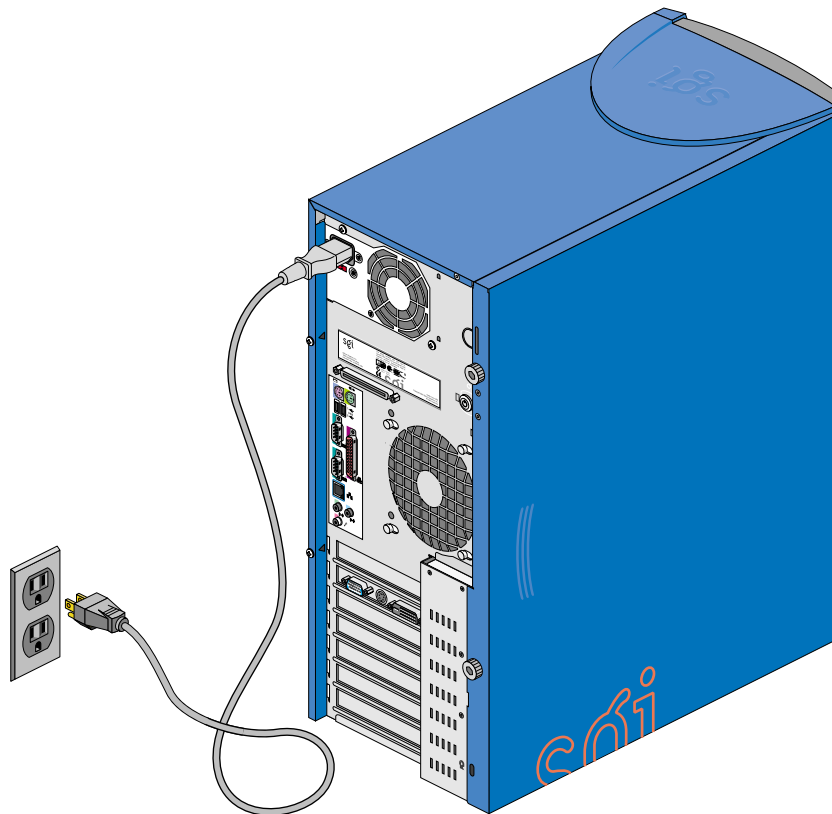

Abbildung 1-6 Anschließen des Netzkabels
1. Schließen Sie das Netzkabel wie in Abbildung 1-6 gezeigt an das System an.